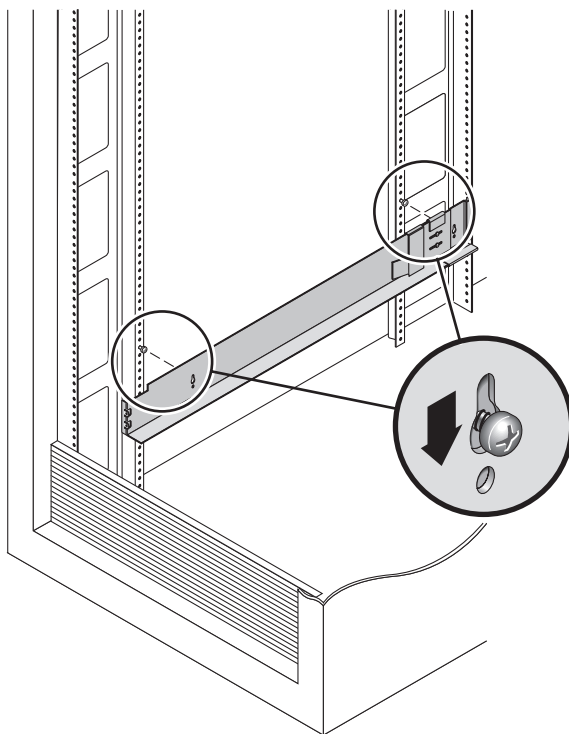

FIGURE 2-4 Accrochage du rail gauche
6. Notez le numéro du trou de montage qui sera utilisé par les ouvertures du rail (FIGURE 2-4).
7. Accrochez le rail gauche en alignant les grandes ouvertures du rail sur les vis avant et arrière puis en tirant le rail vers le bas de sorte que chaque vis se trouve dans le haut de l'ouverture (FIGURE 2-4). Répétez l'opération pour le rail droit.